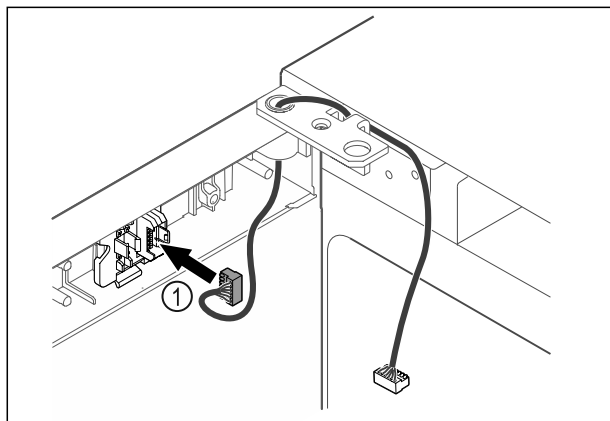

Fig. 47
- Stekker Fig. 47 (1) in stekkerhouder steken.